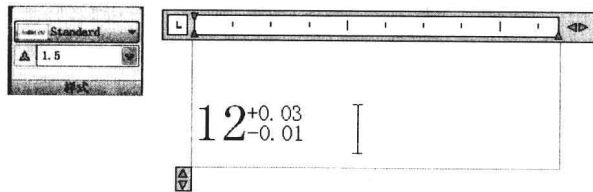

图 5-2-25
(5) 选择堆叠文字, 在样式面板中将文字高度 2.5 改为 1.5, 效果如图 5-2-25 所示。